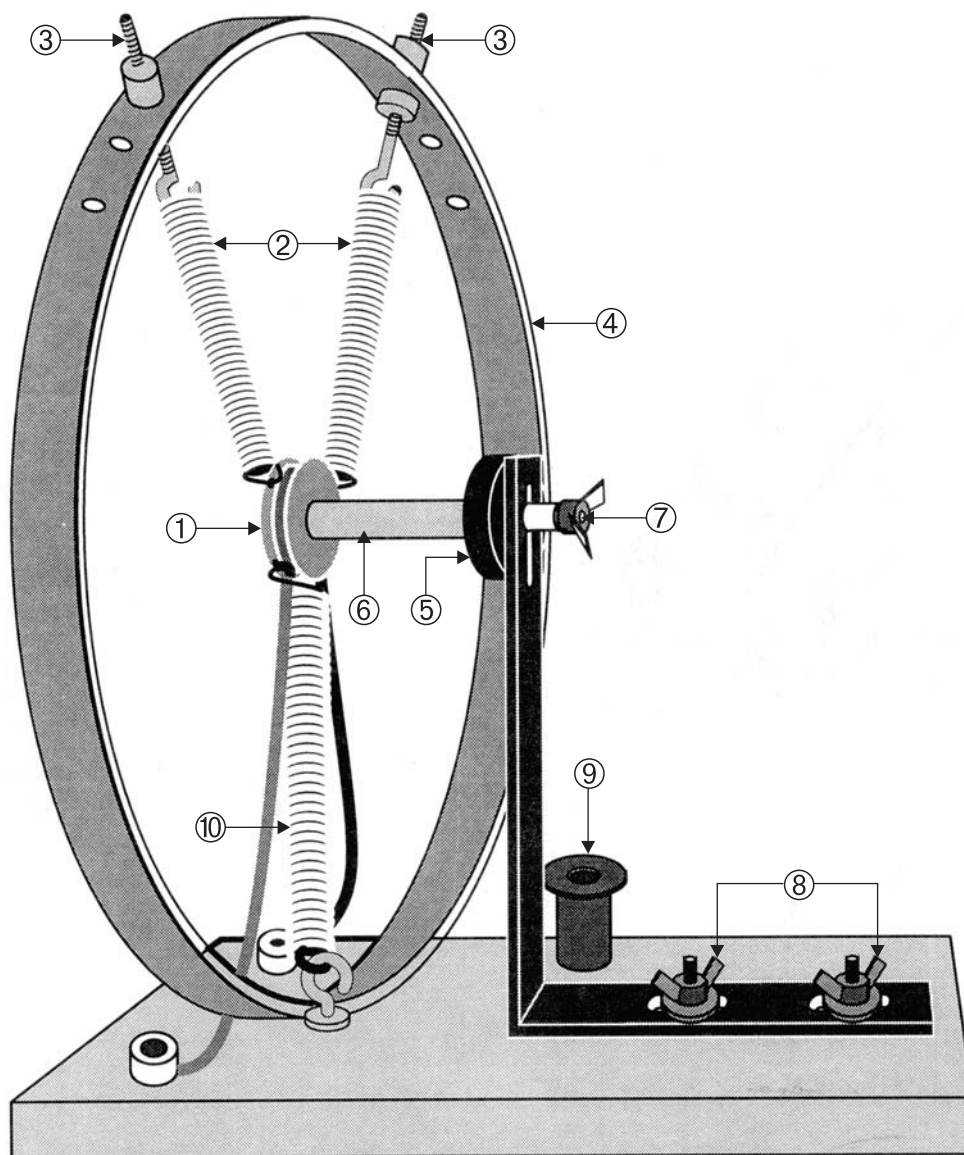

Fig. 1
- enfiler cette pièce tubulaire ⑨ sur le support prévu à cet effet (fig. 1).
- **Veiller à ce que l'axe de la bobine coïncide avec l'axe de la pièce polaire.** La position de la pièce polaire est modifiable dans un plan vertical (écrou ⑦, fig. 1).
- **Veiller à ce que la pièce polaire ne dépasse pas le plan de la bobine vers l'avant.** La position de la pièce polaire est modifiable dans un plan horizontal (écrous ⑧, fig. 1).